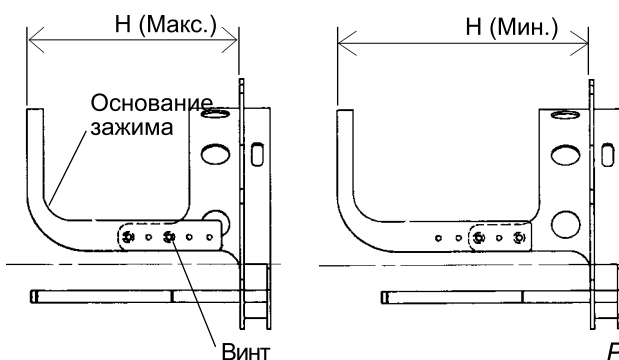

Рис. 1
14. Как показано на Рис. 1 вручную передвиньте каретку X вперед и назад, чтобы убедиться, что она свободно движется на протяжении всего диапазона своего движения без заеданий. Может быть некоторое дополнительное сопротивление, но пальцы не должны передвигаться с трудом. Если у Вас возникают проблемы, начните с начала.
1. Отрегулируйте положение основания зажима по высоте головного убора. (Рис. 1). Отрегулируйте высоту, вынув внутренние винты слева и справа.